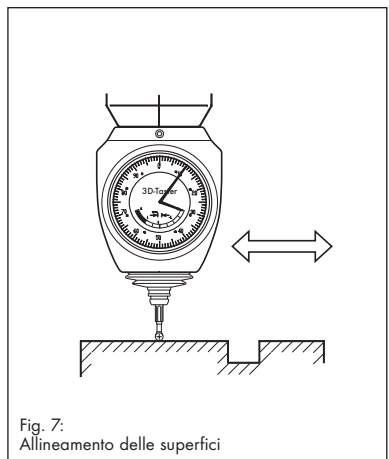

Fig. 7: Allineamento delle superfici
### 6 Allineamento delle superfici (fig. 7)
- Fare scorrere la sfera di rilevamento lungo la superficie (fig. 7). La deflessione del comparatore indica in che misura il parallelismo della superficie si discosta dall'asse della macchina.